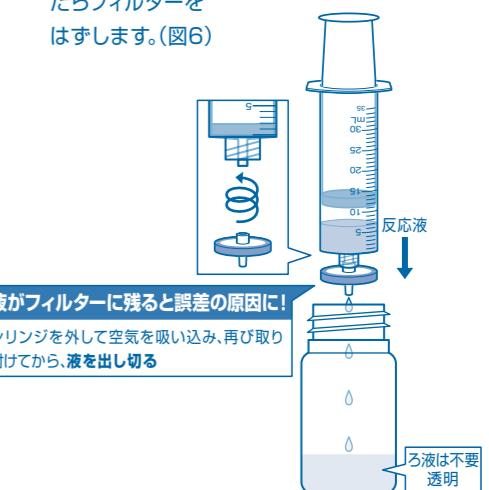

図6
- ⑥30mLシリジンにフィルターを取り付け、反応液を押し出しします。全量を出し終え、空気が出始めたらフィルターをはずします。(図6)